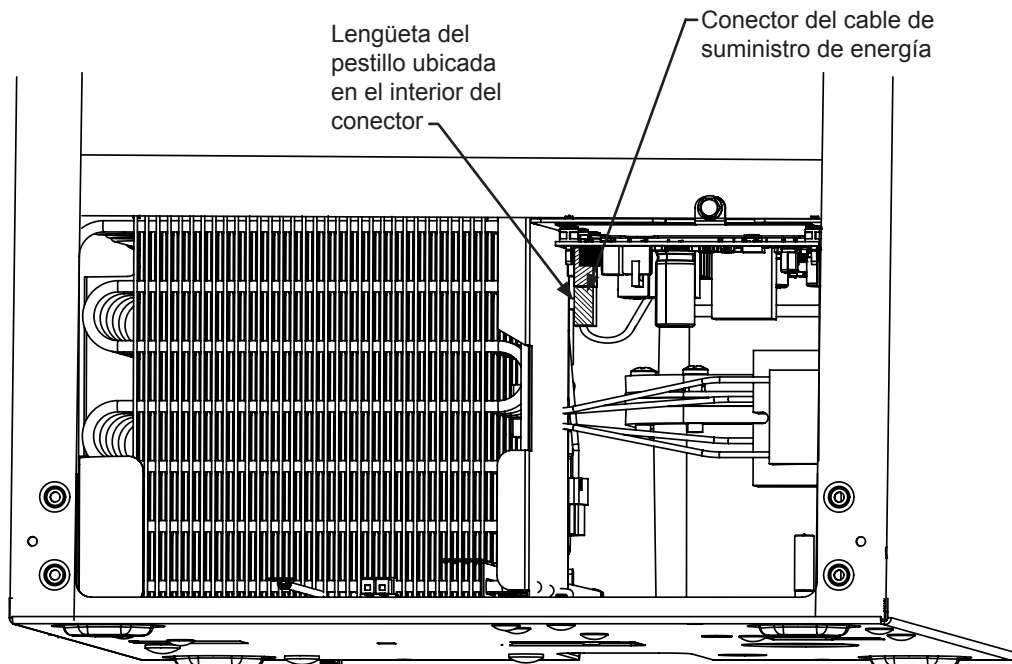

Figura 4
4) Remueva el conector del cable de suministro de energía de la tarjeta electrónica principal. Presione el pestillo en el interior del conector y hale para desenganchar el conector. Vea la Figura 4. Coloque el extremo del cable de suministro de energía con el conector dirigidos hacia la parte trasera de la máquina fabricadora de hielo.